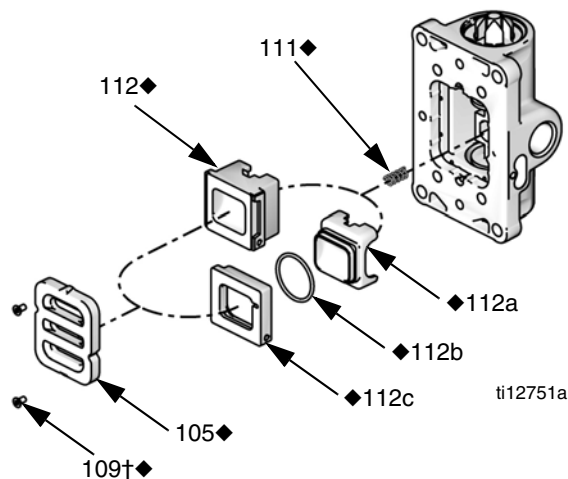

FIG. 5 : Démontage de la plaque d'air
2. Consultez la FIG. 5. Utilisez une clé hexagonale de 2 mm ou 5/64 pour retirer les deux vis (109†♦). Retirez la plaque de vanne (105)♦.